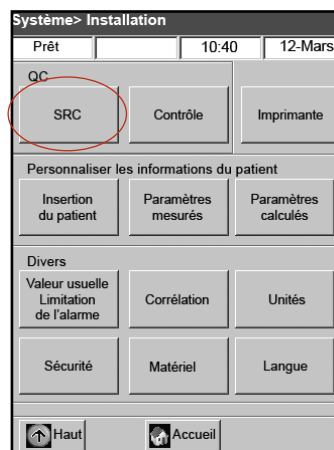

Figure B-5 : Écran "Système > Configuration"
- c. Sur l'écran "Système > Configuration", sélectionnez "**SRC**" (Figure B-5).